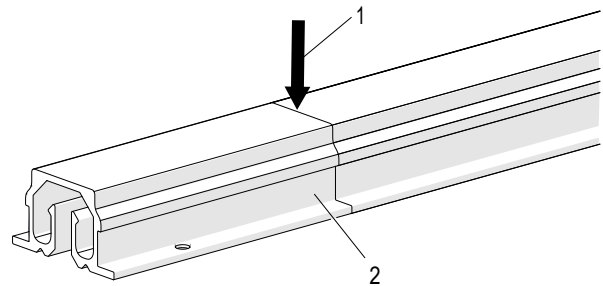
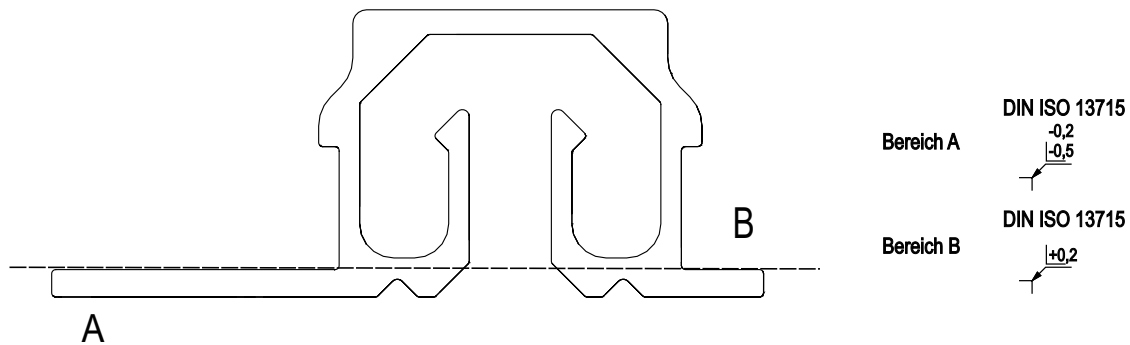

Abb. 98: ProfiDAT[®]compact Schiene kürzen (ohne Positionierungssteg)
Abb. 99: ProfiDAT[®]compact Schiene entgraten
- In die Haltekonstruktion (Unterkonstruktion) ein Langloch (Ø 21 mm) für den PE-Bolzen bohren, durch welches das Distanzstück geführt werden kann (siehe Abb. 98 und Abb. 99). Die Maße des Langlochs sind abhängig von dem eingestellten Luftspalt im Dehnelement (siehe Kapitel 6.4.4.2). Außerdem muss sich das Distanzstück im Langloch frei bewegen können.
- Die Schnittrichtung (1) muss von der geschlossenen Schienenseite her erfolgen.
- Alle Kanten im Bereich A und Bereich B nach DIN ISO 13715 entgraten (Abb. 99).